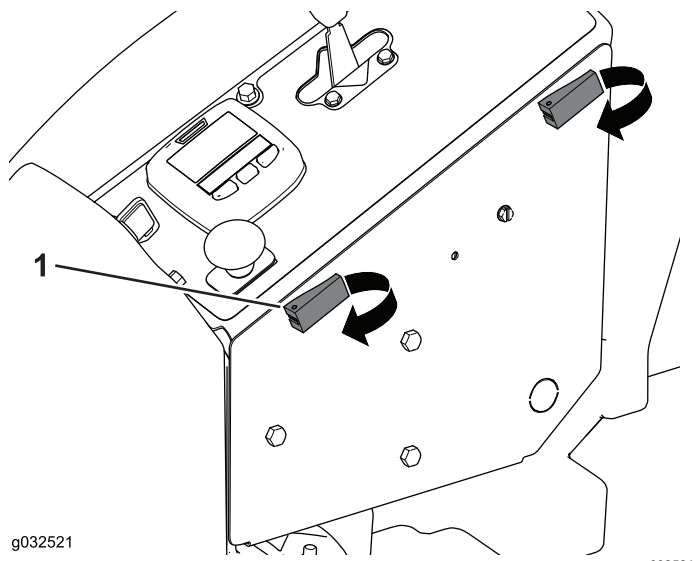

図 40
1. スエルラッチを外してオペレータコントロールパネルを外す図 40。